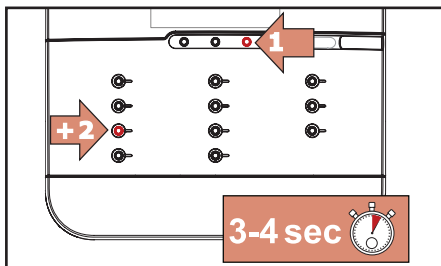

Fig. 5.4 - Reiniging modus starten
1. Druk eerst op **STOP** en dan gelijktijdig op en houdt de knoppen gedurende 3-4 seconden vast om de reiniging modus te starten (fig. 5.4).